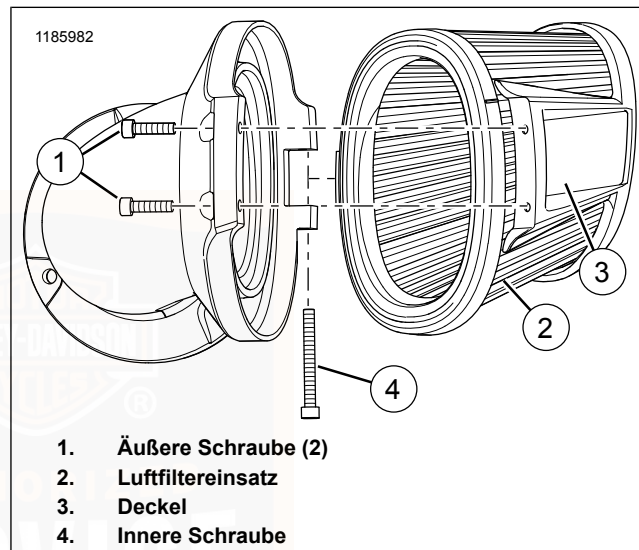

Abbildung 72. Luftfilter: Kegel
1. Siehe Abbildung 72. Die beiden äußeren Schrauben (1) entfernen.
2. Die innere Schraube (4) entfernen.
3. Die Luftfilterabdeckung (3) und den Luftfiltereinsatz (2) ausbauen.
1. Siehe Abbildung 72. Den Luffiltereinsatz (2) in die Abdeckung (3) einsetzen.
3. Die innere Schraube (4) einsetzen. Festziehen. 2–2,7 N·m (18–24 **in-lbs**)
4. Die äußeren Schrauben (1) einsetzen. Festziehen. 2–2,7 N·m (18–24 **in-lbs**)